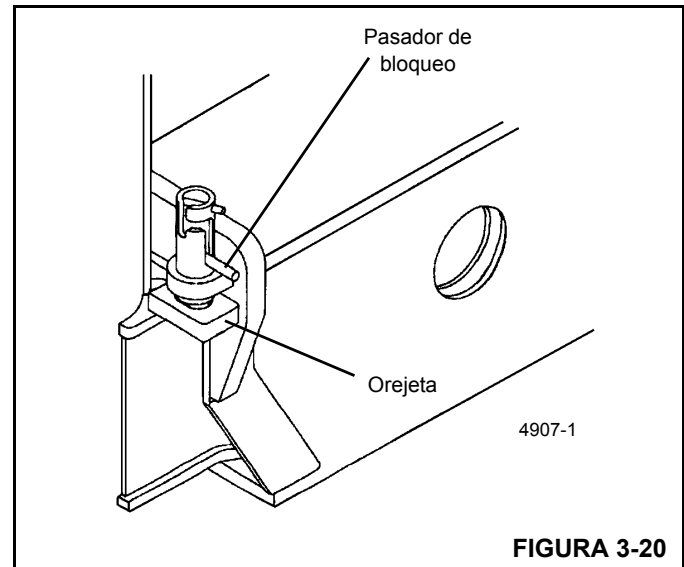

FIGURA 3-20
1. Gire el pasador de bloqueo (Figura 3-20) 90° desde su posición de almacenamiento y permita que el pasador descansa sobre la parte superior de la viga del estabilizador.